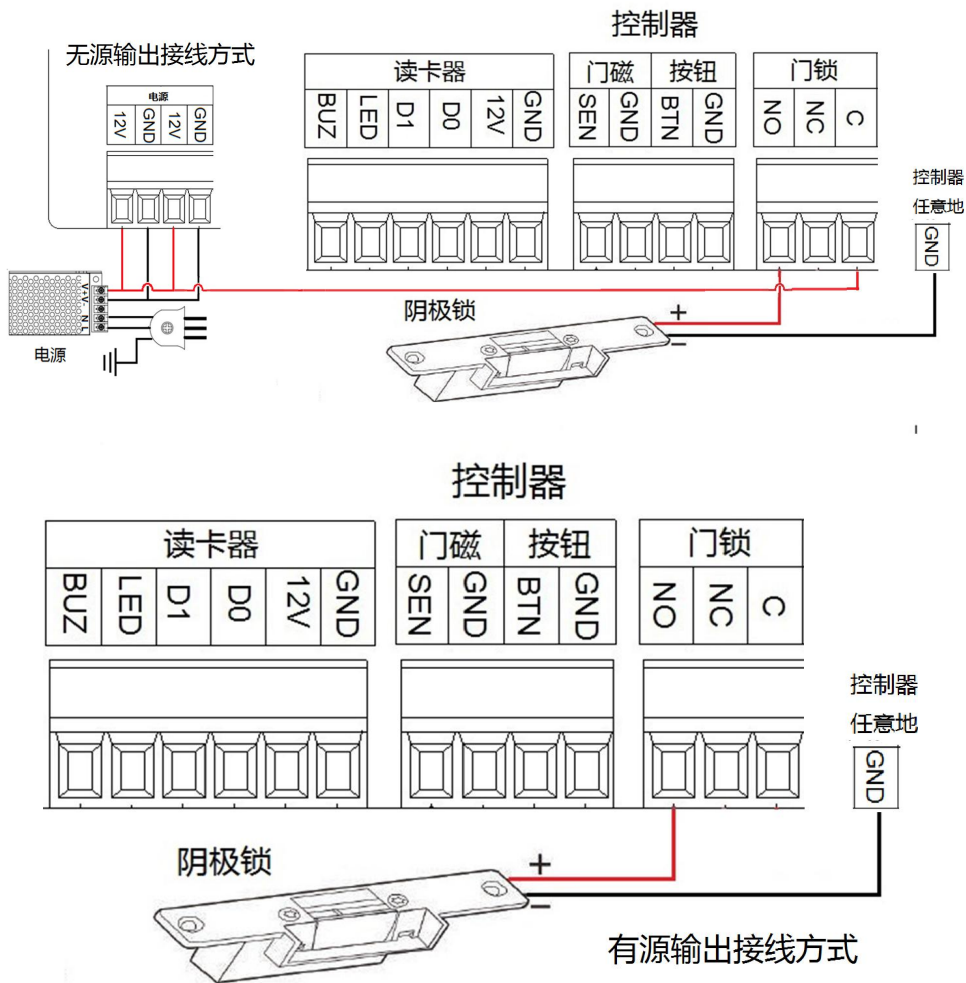

图9：阴极锁接线示意图
3. 断电上锁的，如阴极锁，锁的负极接控制器的GND，C端接电源的正极，NO端接锁的正极，如图9所示：